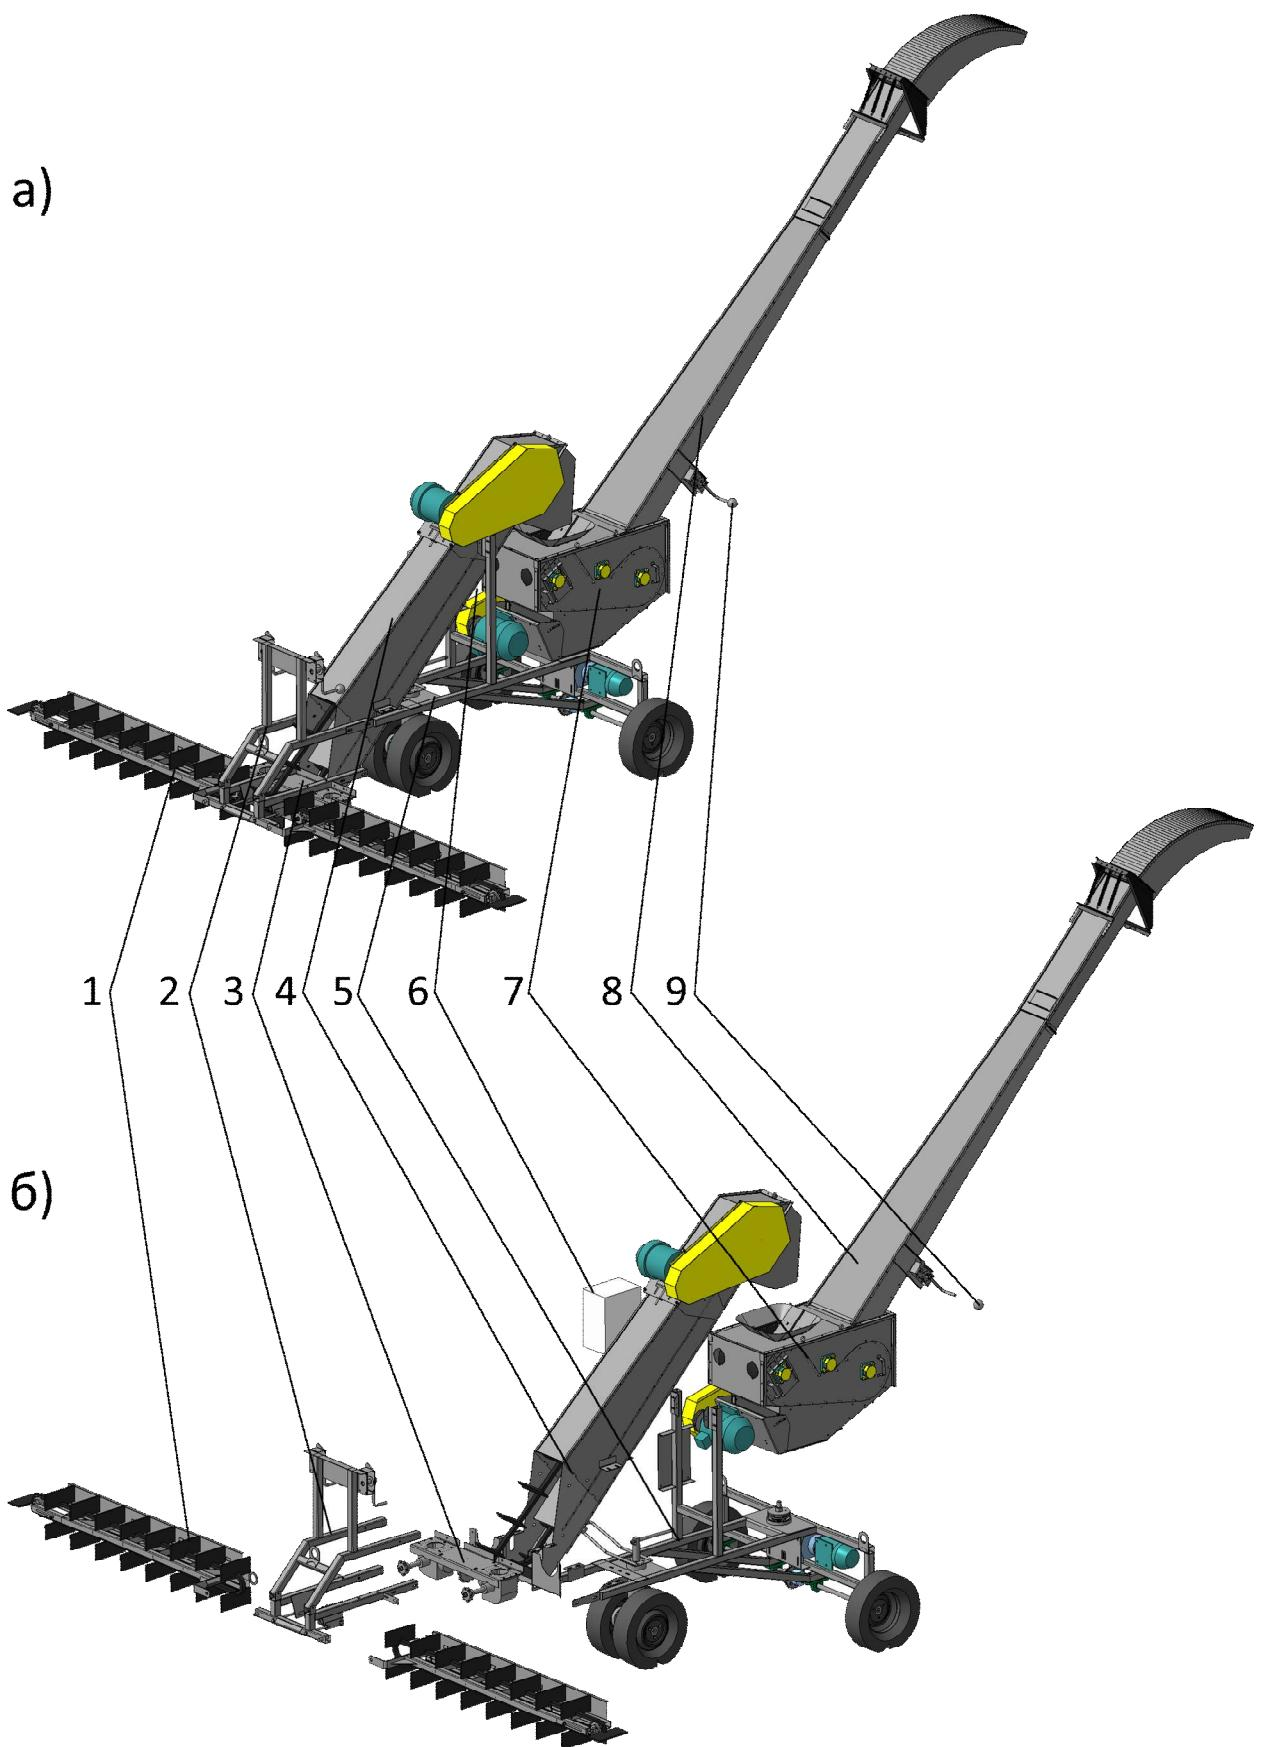

Рис. 1 – Погрузчик А-100М:
3.1.1. Компоновочная схема Погрузчика приведена на рис.1 стр.6 (стандартные изделия, в т.ч., метизы, скрепляющие отдельные модули Погрузчика, а также цепи приводные, цепи транспортеров, ремни и др., здесь и далее условно не показаны). На опорной раме 5 смонтированы основные компоненты: триммер поворотный 7 с выгрузным лотком 8, установленным под углом 45°; загрузочный короб 4 с расположенным внутри наклонным скребковым транспортером; к загрузочному коробу 4 в передней (по ходу движения) части смонтированы блок конических редукторов 3 и передняя рама 2; на раме 2 установлены поперечные питатели (скребковые транспортеры) 1; на раме 5 установлен блок (пульт) управления 6.
Поперечные горизонтальные питатели 1 рис.1 скребковыми транспортерами подают зерно с периферии бурта к центру. Продольный (центральный) наклонный скребковый транспортер, проходящий внутри загрузочного короба 5, подает зерно в загрузочное окно триммера 7, откуда оно попадает на ленточный транспортер и затем с большой скоростью выбрасывается наружу. Выгрузной лоток позволяет сузить выходящий зерновой поток и направить его в требуемое место (в транспортное средство или в новый бурт). Для непрерывного забора и подачи зерна Погрузчик перемещают в продольном направлении с помощью механизма самохода.